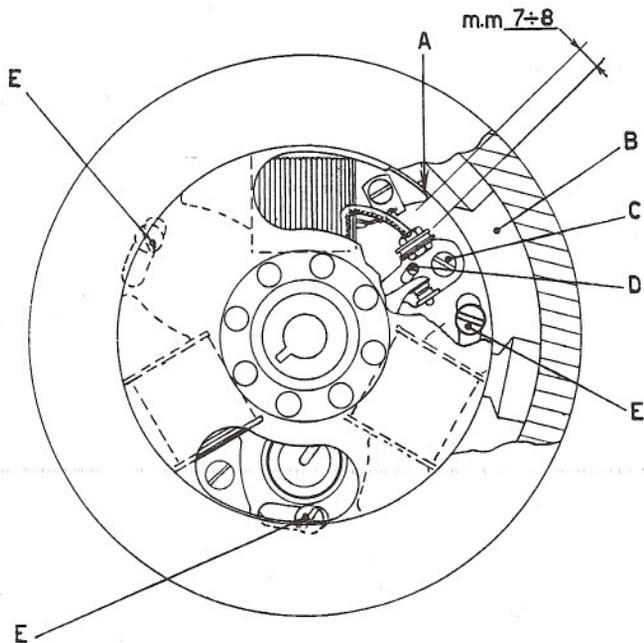

Fig. 15/D - Controllo fasatura
In tale istante verificare, attraverso la feritoia del volano, la posizione del rotore rispetto alla bobina alimentazione A. T. dello statore: se l'estremità visibile "A" di detta bobina (fig. 15/D) dista dall'inizio dell'espansione polare del rotore "B", opposta alla cava per chiavetta, di un arco di $7 \div 8$ mm., il volano è correttamente fasato; in caso contrario allentare la vite "C" ed avvitarlo o svitarlo con un ciacciavite l'eccentrico "D" che regola la posizione della squadretta porta-contatti del ruttore, fino ad ottenere che la lampada si accenda quando gli elementi "A" e "B" suddetti distano della misura sopra indicata.
- 6) - Ottenuta in tal modo la fasatura del volano, si può procedere alla fasatura del motore; perciò agire sulle tre viti "E" (fig. 15/D) che fissano il supporto bobine (dopo aver smontato il rotore del volano) e spostare il supporto bobine stesso nella posizione idonea ad ottenere il prescritto anticipo all'accensione (ved. rubrica "Rimontaggio").